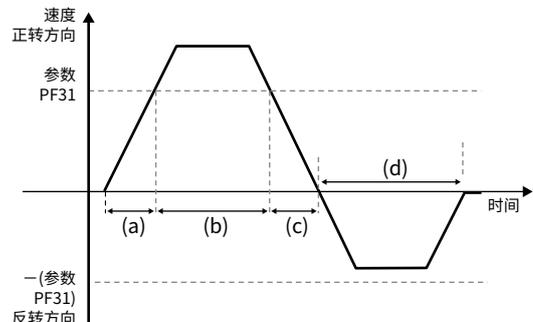

图1. 伺服放大器运行速度
- 参数[Pr.PF31]的值为绝对值。正转方向的运行时间为正数;反转方向的运行时间为负数。在图1的运行模式中,(a)+(c)和(b)都持续超过150秒正转方向运行,则可获得摩擦推断结果。